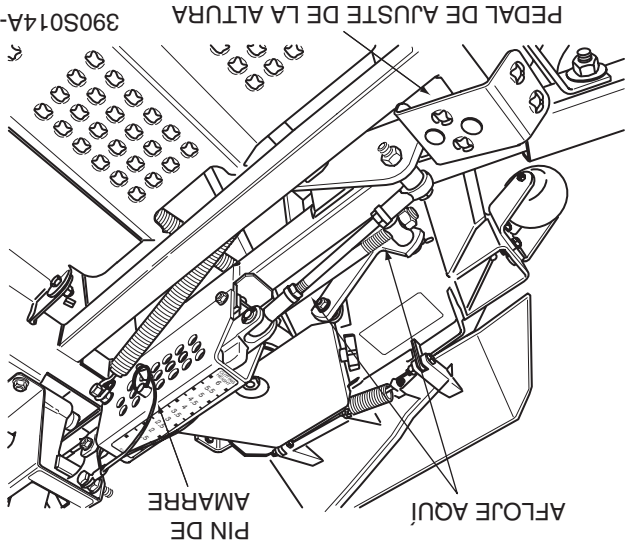
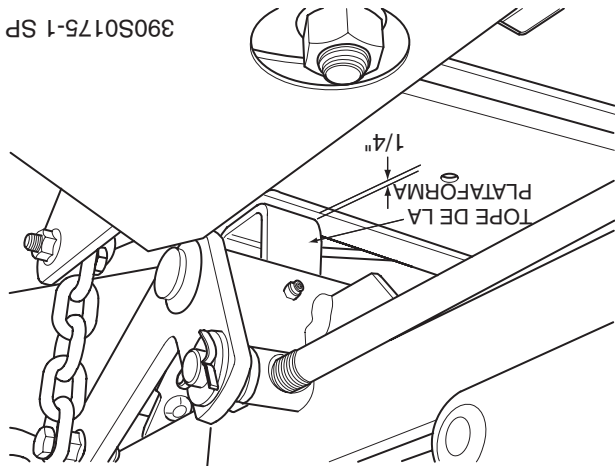

Figura 6-6. Ajuste de la altura de la plataforma de corte
Figura 6-7. Tope de la plataforma de corte
1. Coloque la plataforma de corte en posición de transporte. Afloje las contratueras en ambos extremos de la varilla de control de la altura de plataforma. (Vea la Figura 6.6)
2. Gire la varilla de control (Vea la Figura 6-6) hasta que haya un espacio de 1/4" entre el tope posterior de la plataforma y la parte superior de la plataforma de corte. (Vea la Figura 6.7) Apriete las contratueras en la varilla de control.
4. Verifique la medida desde el suelo hasta la punta de la cuchilla de corte. Si la medida no se encuentra en el rango de 3", puede realizarse un ajuste utilizando la varilla de control de altura de la plataforma. (Vea la Figura 6.6)